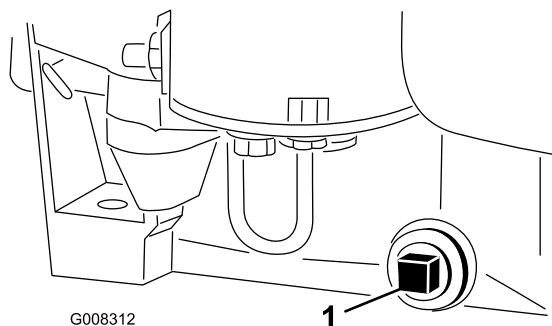

Figura 26
9. Retire el tapón de vaciado de aceite para que se vacíe el aceite (Figura 26).